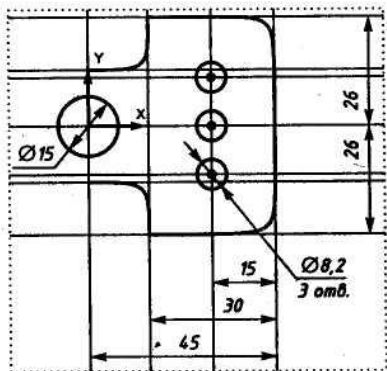

Рис. 47
- По команде Ввод окружности строим окружности диаметром 15 и 8,2 мм, вводя в Строке параметров окружности в окне <rad> радиус окружности по команде <Alt>+<R> (см. рис. 47). Нажмите <Enter>.